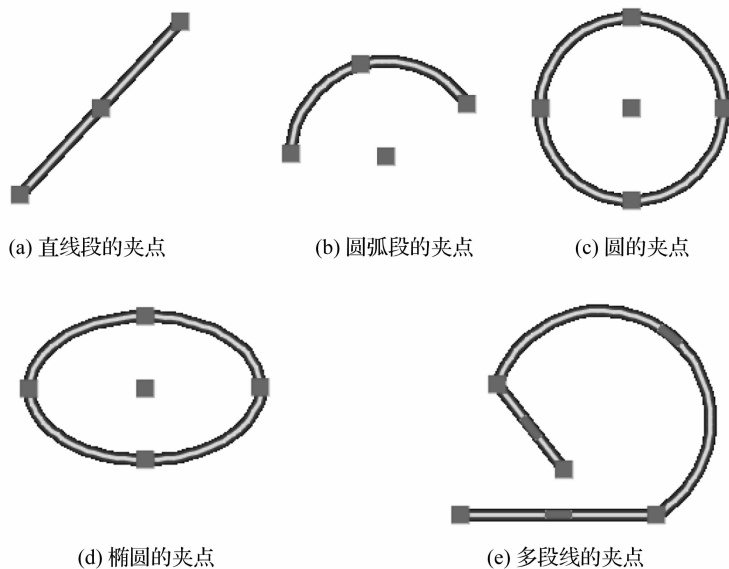

图 2-10 不同对象的夹点
(1) 直线段和圆弧段的夹点是其两个端点和中点, 如图 2-10(a)、(b) 所示。
(2) 圆的夹点是圆心和 4 个象限点, 如图 2-10(c) 所示。
(3) 椭圆的夹点是椭圆圆心和椭圆长、短轴的端点, 如图 2-10(d) 所示。
(4) 多段线的夹点是构成多段线的直线段的端点、圆弧段的端点和中点等, 如图 2-10(e) 所示。